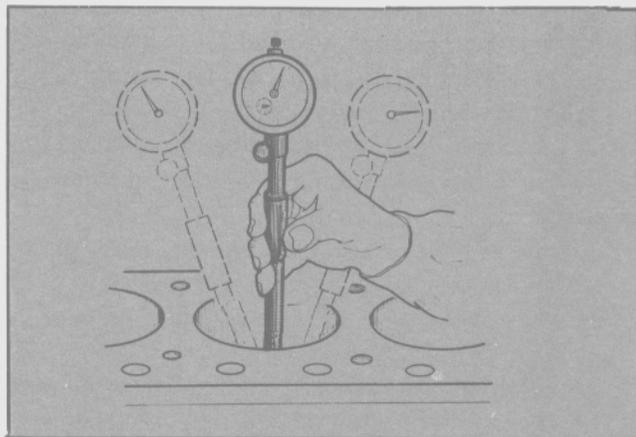

Fig. 65 - Ubicación del comparador en la zona inferior, de menor desgaste.
- c) Rotar el cuadrante móvil del comparador hasta que el cero (0) de su escala coincida con la aguja.
- d) Deslizar el comparador hasta la zona inferior del recorrido de los aros, cuidando de no desplazar la posición del cuadrante móvil para evitar comparaciones erróneas. Girar luego el comparador 90° para realizar la medición paralelamente al eje del cigüeñal y repetir la operación de perpendicularidad. (Fig. 65).